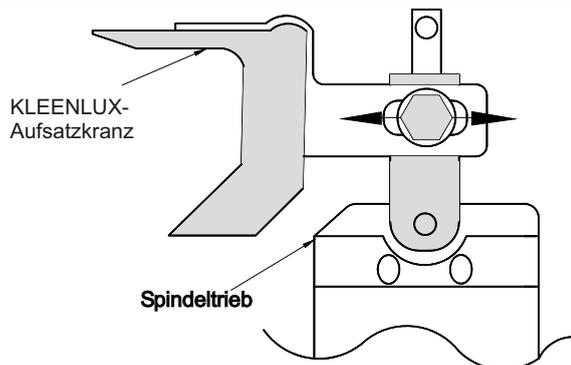

Abb. 2: Justierung des Spindeltriebs.
- ❻ Der Drehpunkt des Spindeltriebs ist durch Verschieben in der Aufsatzkranz-Konsole (Abb. 2) so einzustellen, dass der Spindeltrieb über den gesamten Öffnungsweg nicht gegen Verkleidungsteile o.ä. stößt.